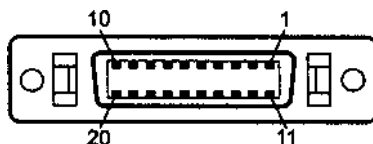

Рис. 10.6. Разъем плоского дисплея DFP
*Интерфейс плоских дисплеев DFP* (Digital Flat Panel, 1999 г., [www.dfp-group.org](http://www.dfp-group.org)) использует дешевый разъем типа MDR (mini-D ribbon) с ленточными контактами (рис. 10.6), на который выведены лишь 3 пары сигналов для цифровых каналов данных, пара для цифрового канала синхронизации, питание (+5 В), канал DDC2 и сигнал обнаружения «горячего» подключения (HPD). Частота пикселей может достигать 85 МГц (для плоских панелей не требуется слишком высокая частота развертки). Интерфейс пригоден (пока?) для режимов вплоть до 1280 x 1024 (24 бита на пиксел).